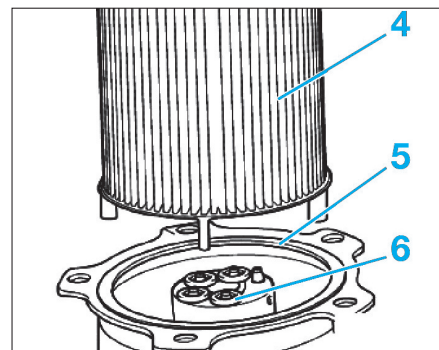

Fig. 41
- Déposer le filtre à combustible (4) (Fig.41).